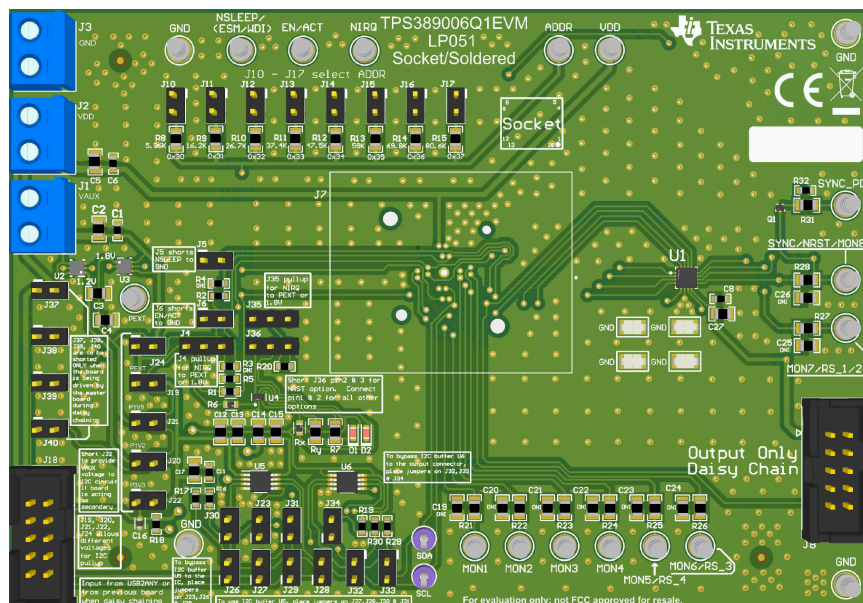

图 3-1. TPS389006Q1EVM 跳线位置
表 3-2 列出了 TPS389006Q1EVM 上的跳线。EVM 按顺序安装了三十五 (35) 个跳线。提供图 3-1 作为直观的辅助手段。